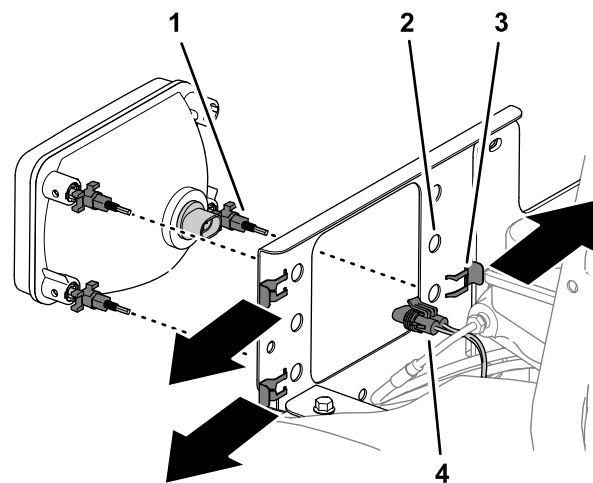

Figure 43
2. Retirez les 3 clips des 3 écrous de réglage du phare et déposez le phare de son support (Figure 43).
1. Débranchez le connecteur à 2 douilles sur le faisceau de machine du connecteur à 2 broches au dos du phare (Figure 43).
5. Alignez les 3 écrous de réglage de phare sur les trous dans le support de montage de phare, et fixez les écrous avec les clips (Figure 43) que vous avez retirés à l'opération 2.